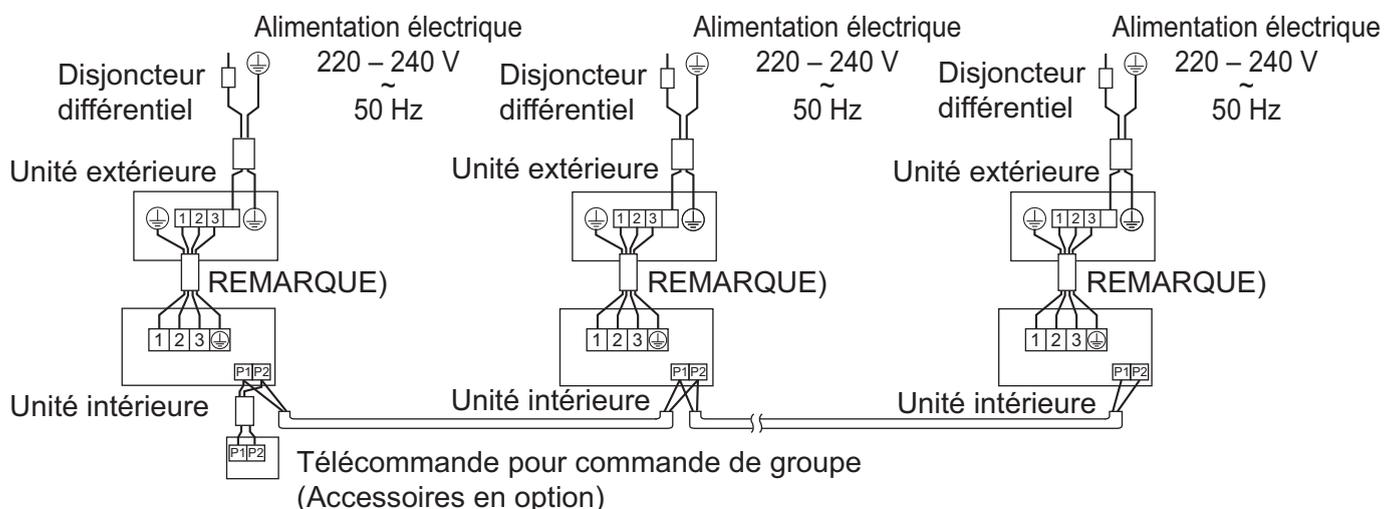

Fig. 42
(Toutes les unités intérieures fonctionnent depuis la télécommande). **(Reportez-vous à la Fig. 42)**
- (1) Retirez le couvercle de la boîte de commande.
- (2) Branchez les câbles de croisement entre les bornes (P1, P2) du boîtier de commande pour la télécommande. (Il n'y a pas de polarité.) **(Reportez-vous à la Fig. 42 et au Tableau 2)**